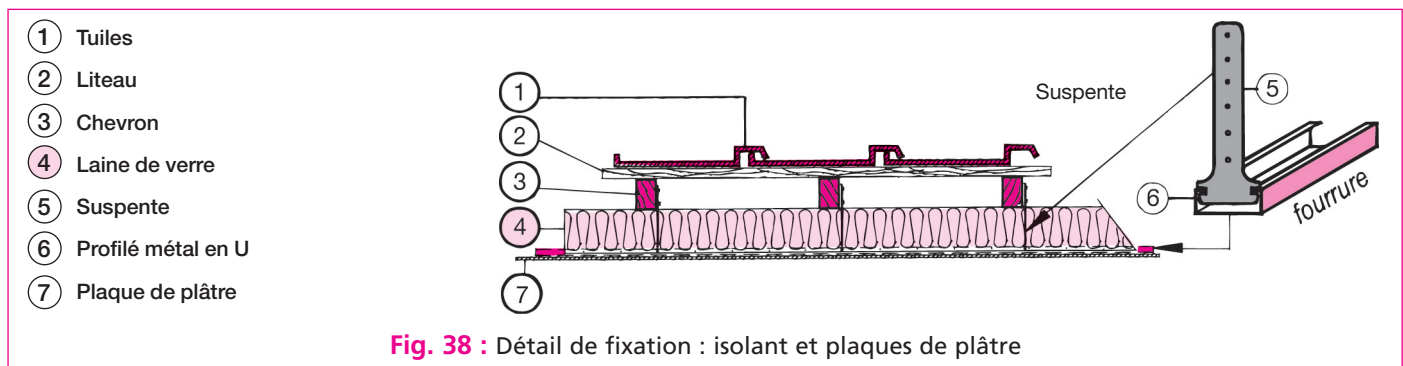

Fig. 38 : Détail de fixation : isolant et plaques de plâtre
- d'une ossature métallique par suspentes fixées sur les chevrons et fourrures (fig. 38) ;